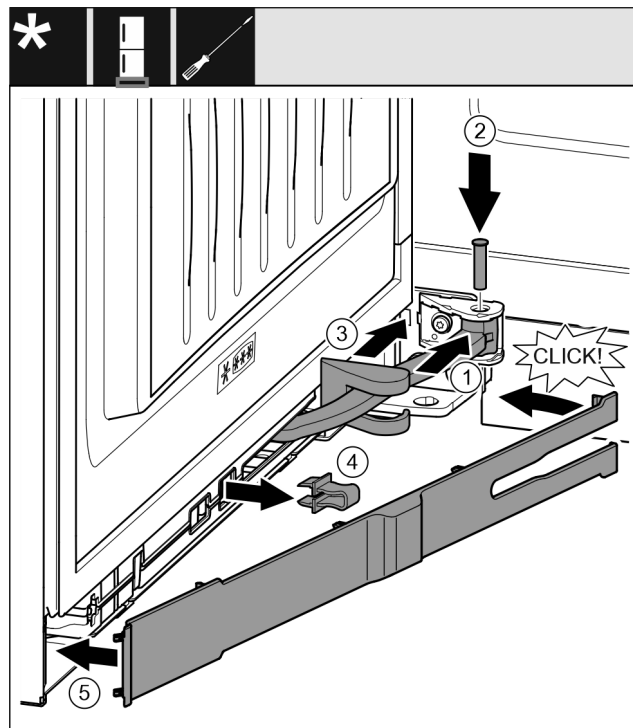

Fig. 38
- ▶ Поверніть шарнір у навішуванні. Fig. 38 (1)
- ▶ За допомогою викрутки T15 встановіть гвинт в навішування та шарнір. При цьому виступ фіксатора повинен займати правильне положення в пазу. Fig. 38 (2)
- ▶ Просуньте кришку опорного кронштейна вздовж шарніра та встановіть її над навішуванням. Fig. 38 (3)
- ▶ Зніміть запобіжник. Fig. 38 (4)
- ▶ Встановіть накладку з боку ручки та поверніть. Fig. 38 (5)